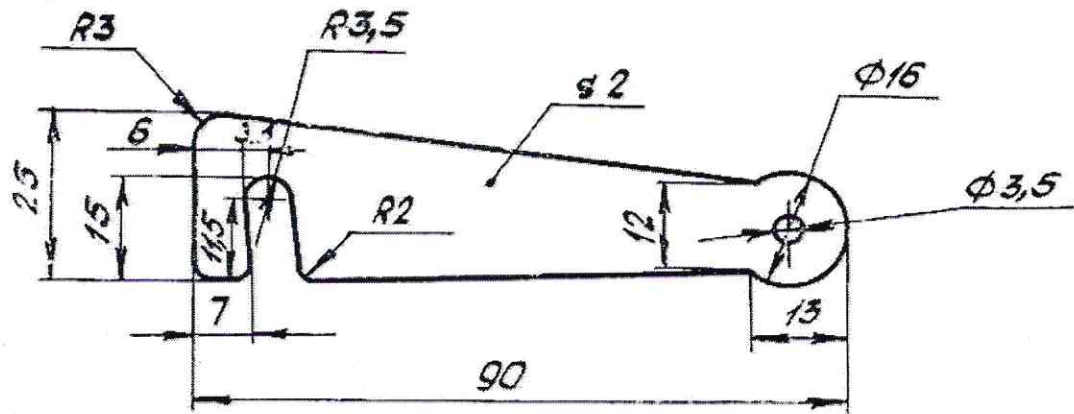

Рис. 1. Крючок
1. По указанным данным, в М 1:1 разработайте чертеж стяжки, применяемой вместе с болтом для скрепления (стягивания) школьной мебели (Рис.1).